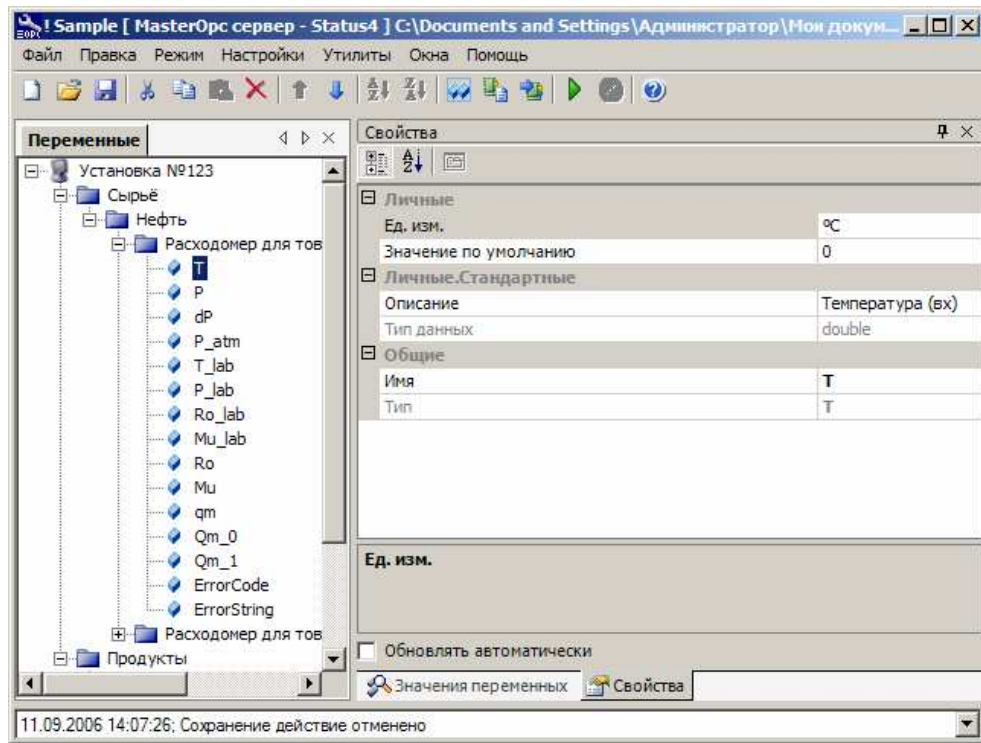

Рис. 13. Свойства переменной
- Заполните свойства переменных. Выделите переменную расходомера левой кнопкой мыши, в области свойств главного окна отобразится список, который требуется заполнить (см. рис. 13).